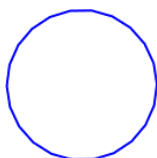

图 2-120 绘制一个圆
- 01 在绘图区任意位置绘制一个直径为 10 的圆，如图 2-120 所示。